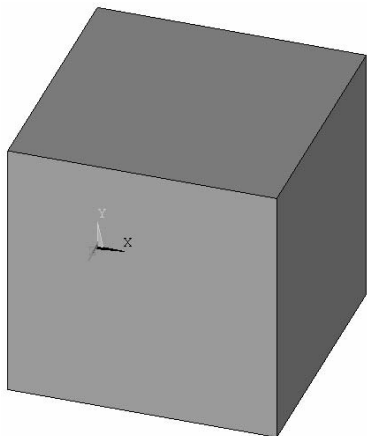

图 2-26 面模型
(5) 用鼠标左键单击正方体, 正方体改变颜色, 再单击“Delete Vol...”窗口中的“OK”按钮, 图形界面中的正方体消失。
(6) 依次选择 Utility Menu>Plot>Areas, 图形窗口中出现面模型(见图 2-26)。